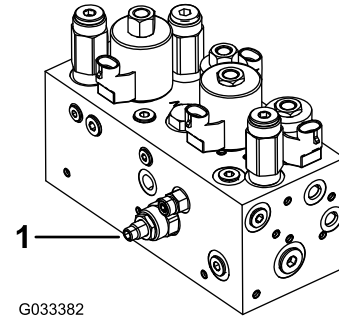

图 48
滚刀组提升/降下线路配备有流量控制阀图 48。此阀门在工厂的预设旋转约 3 圈可以打开但因液压流体温度和剪草速度等的不同可能需要进行调节。
1. 提起座椅找到用于中央牵引架的流量控制阀图 48 其位于液压阀箱一侧。